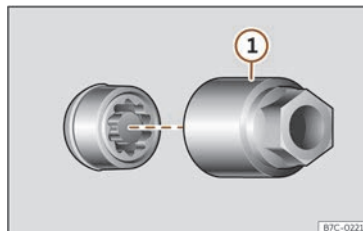

Abb. 214 Diebstahlhemmende Radschraube mit Abdeckkappe und Adapter.
- Setzen Sie den Spezialadapter >>> (Abb. 214) ① (Bordwerkzeug >>> S. 303) bis zum Anschlag in die diebstahlhemmende Radschraube ein.